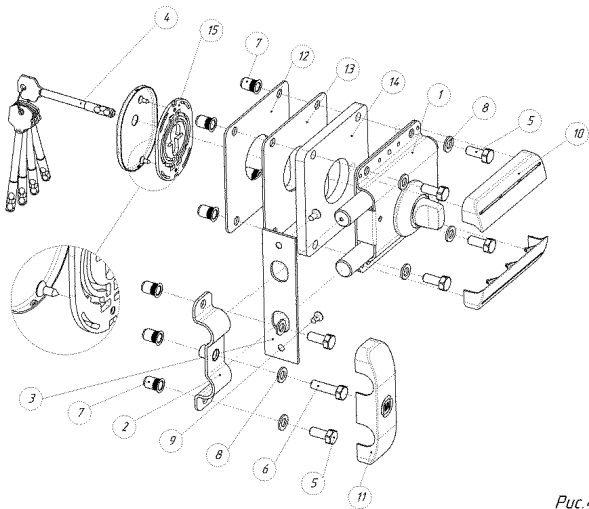

Рис. 4
2.3.3. На рис.4 приведена схема установки замка «Барьер-Каре» в накладном варианте без использования накладной пластины.